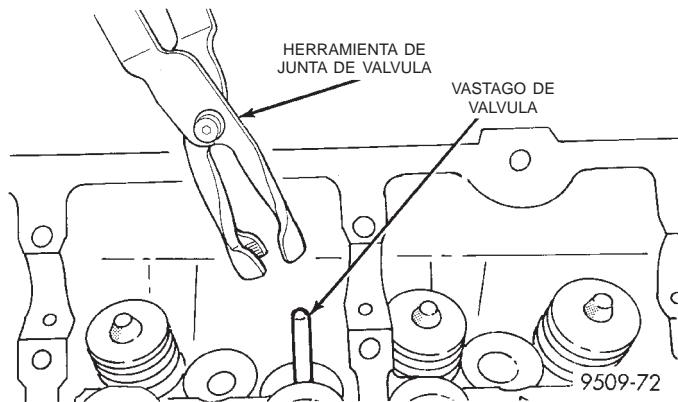

Fig. 101 Herramienta para junta de aceite del vástago de válvula
(1) Recubra los vástagos de válvula con aceite de motor limpio e insértelelos en la culata de cilindros.
(2) Instale las juntas de vástago de válvula nuevas sobre todas las válvulas, utilizando la herramienta pertinente (Fig. 101). Las juntas de vástago de válvula deben presionarse firmemente encima de la guía de válvula.
(3) Instale los muelles de válvula y retenes. Oprima los muelles de válvula sólo lo suficiente como para instalar los seguros, cuidando de no desalinear la dirección de compresión. Los vástagos de válvulas